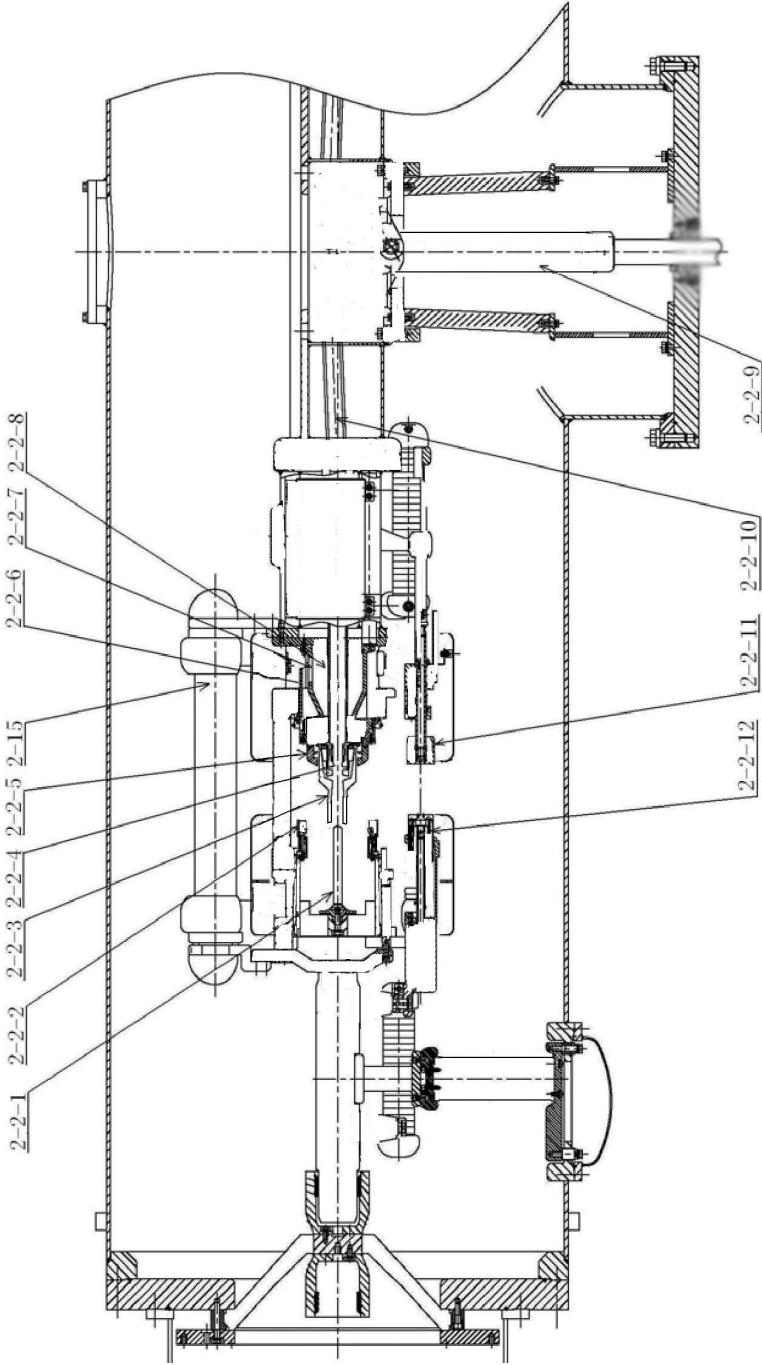

图 3 开断部
2.4.3 开断部分（参照图 3）
分合时，可动静触头通过传动连杆（2-4-10）的传动与动触头构成的双动连杆装置，使得可动静触头与动触头同时向相反方向动作（参考图 3）。此连杆装置对触头移动的速度不一定有所提高，但提高了动触头和可动静触头间的相对速度。
接下来根据图 3 对主断口以及电阻断口的各种详细动作原理进行说明。